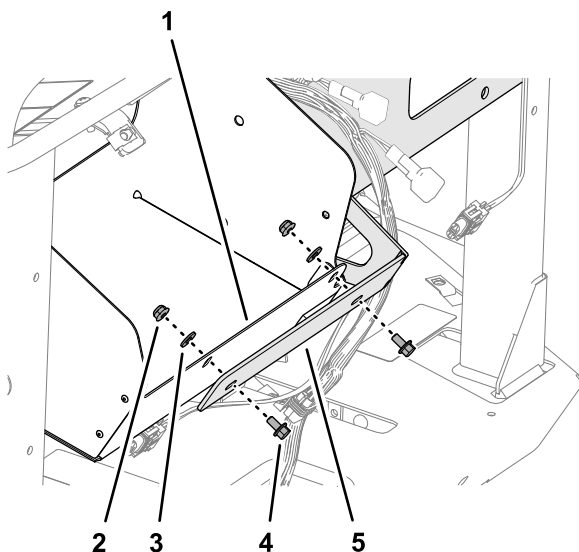

Bild 75
2. Richten Sie die Löcher in der Verteilerhalterung mit den Schlitten im Flansch des Staufachs aus (Bild 75).
3. Montieren Sie die Verteilerbefestigung mit zwei Bundkopfschrauben ($\frac{1}{4}$ " x $\frac{1}{2}$ "), zwei Unterlegscheiben ($\frac{1}{4}$ ") und zwei Sicherungsbundmutter ($\frac{1}{4}$ ") lose an den Flansch (Bild 75).